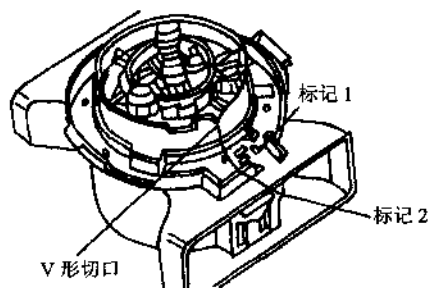

图 1.20 安装燃油泵 (一)
① 组装带凸缘的燃油泵及储油腔，连接进油管并插入油箱，将储油腔内部件装入外部件内（油箱内），如图1.20所示，使内部件上的V形切口与外部件上的标记1对齐，用燃油泵扳手3307逆时针转动储油腔内部件及燃油泵（约 15° ），V形切口与标记2对齐（卡口式固定）。
② 按拆卸的相反顺序安装燃油泵，安装时在凸缘密封件上涂一层汽油。进油管与回油管不可互换（回油管为蓝色）。用弹簧式卡箍紧固燃油软管。